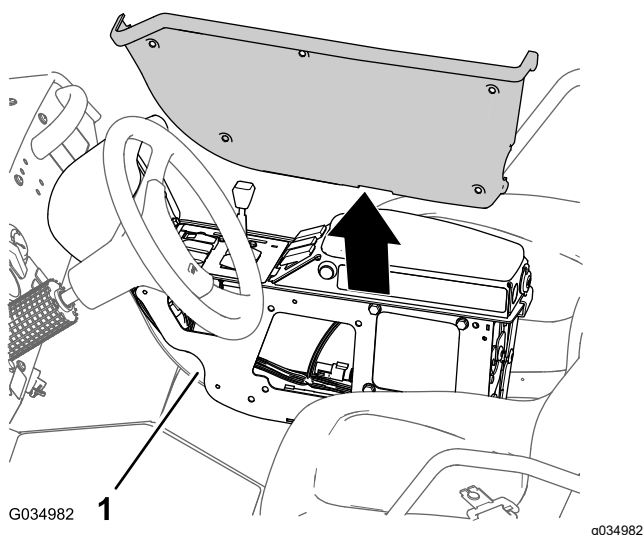

Figura 99
6. Alinee la cubierta que retiró (Figura 99) con la parte izquierda de la consola central.